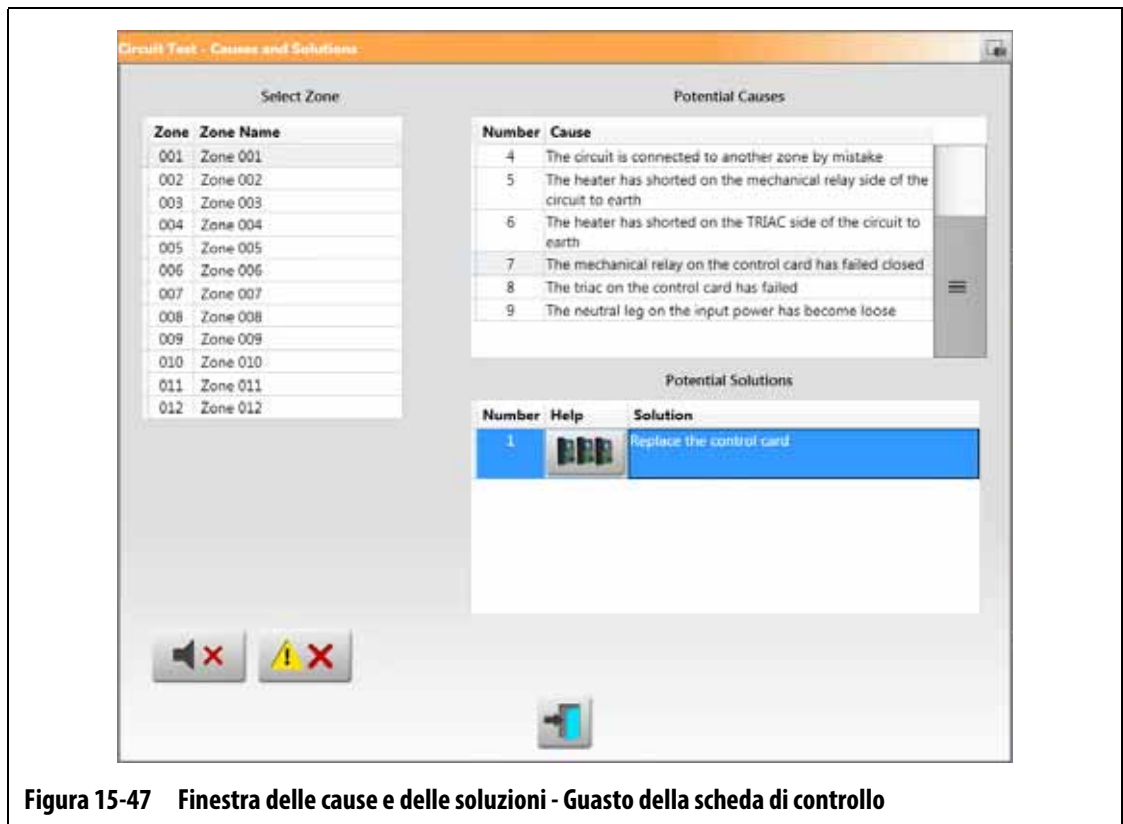

Figura 15-47 Finestra delle cause e delle soluzioni - Guasto della scheda di controllo
- Vai a Layout scheda: Premere questo pulsante per visualizzare la schermata Layout scheda. I pannelli posteriori e la scheda di controllo associati alla zona del problema saranno evidenziati in rosso, nello stesso modo in cui si visualizzano gli errori nella schermata Cronologia eventi. Il pulsante Vai a Layout scheda viene mostrato nella Figura 15-47. Per maggiori informazioni sulla schermata Layout scheda, consultare la Sezione 15.2.
I guasti relativi alla scheda Intelligent Control Card (ICC) mostreranno il pulsante Vai a Layout scheda nella colonna Guida del campo Soluzioni potenziali. Consultare la Figura 15-47.